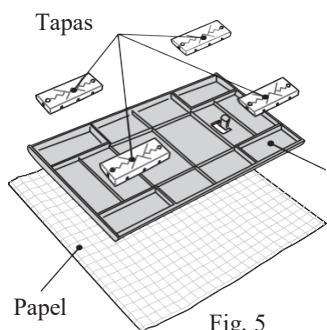

Fig. 5
2. Alise el papel de filtro y colóquelo sobre el suelo o la mesa. Luego coloque el soporte (lado con 4 tapas hacia arriba) encima del papel, centralizado como en la Fig. 5.